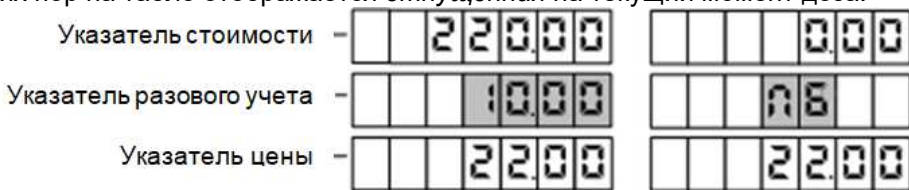

Рисунок 21
8.2 Для выдачи топлива задать дозу с СУ или БМУ. Когда устройство будет готово к отпуску топлива, в средней строке табло мигающими символами отобразится величина *заданной* дозы, а в случае отпуска "до полного бака" – символы "ПБ" (рисунок 21). Это дает клиенту удобный способ определить, когда можно начать заправку, а также убедиться, что задано именно то количество топлива, которое он заказывал. Для запуска налива необходимо снять раздаточный кран или подать команду "Пуск" с системы управления, после чего значения стоимости и объема на табло обнуляются. С этих пор на табло отображается *отпущенная* на текущий момент доза.